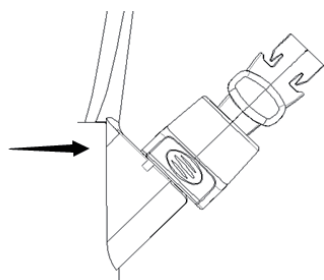

Figura 3
2. Introduzca el dispositivo a través de la tapa de sellado, alinee el dispositivo con la entrada del canal del endoscopio e insértelo lentamente de forma recta. Cuando el dispositivo y el hilo guía entran en la posición predeterminada, el hilo guía se puede bloquear en la ranura de bloqueo y el hilo guía se bloquea (consulte la figura 3). Si es necesario, inserte el extremo del hilo guía a través de la pieza antideslizante para fijar el hilo guía.